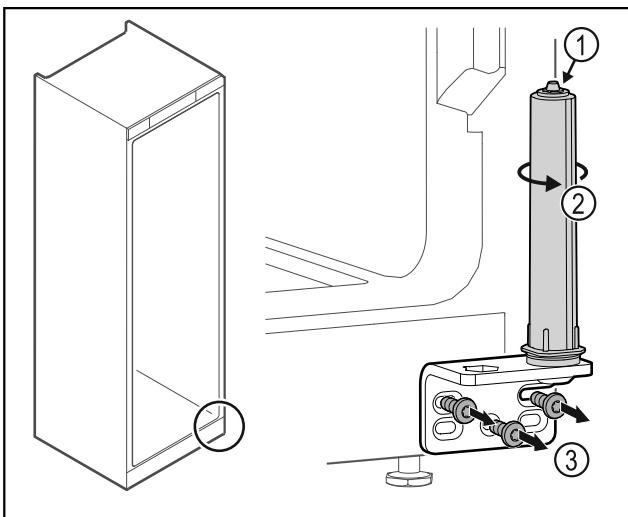

Fig. 29
- Ne razstavite sistema za zaklepanje vrat Fig. 29 (1).
- Obračajte zaporni sistem Fig. 29 (2), dokler ne klikne.
- Odvijte kotnik tečaja vrat Fig. 29 (3).